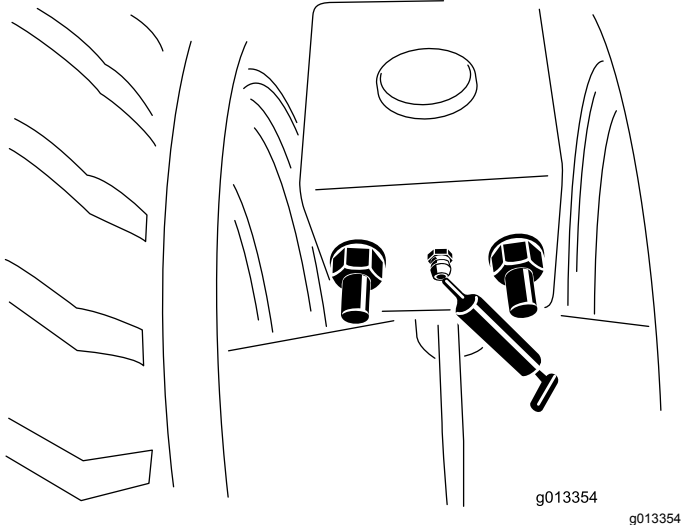

Bild 54
1. Reinigen Sie die Schmiernippel (Bild 54).